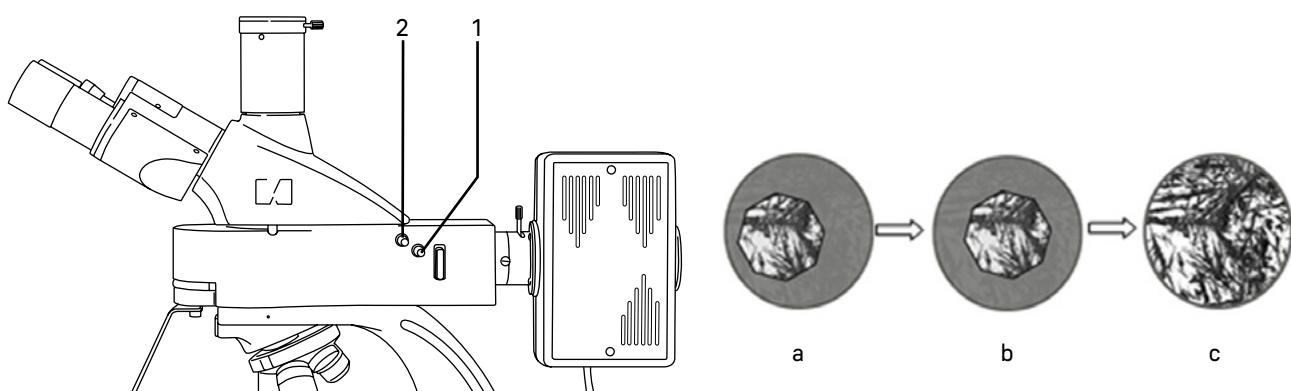

Рис. 14. Центрировка полевой диафрагмы осветителя отраженного света
- Закройте полевую диафрагму – рукоятку 2 введите до упора. В центре поля зрения должно быть видно светлое пятно, как показано на рис. 14 б.
- Если светлое пятно не в центре поля зрения, как показано на рис. 14 а, необходимо отцентрировать диафрагму. При помощи двух центрировочных винтов 1, расположенных по обеим сторонам насадки, центр диафрагмы совмещается с центром поля зрения, как показано на рис. 14 б.
- Раскройте полевую диафрагму до размера поля зрения, как показано на рис. 14 с.